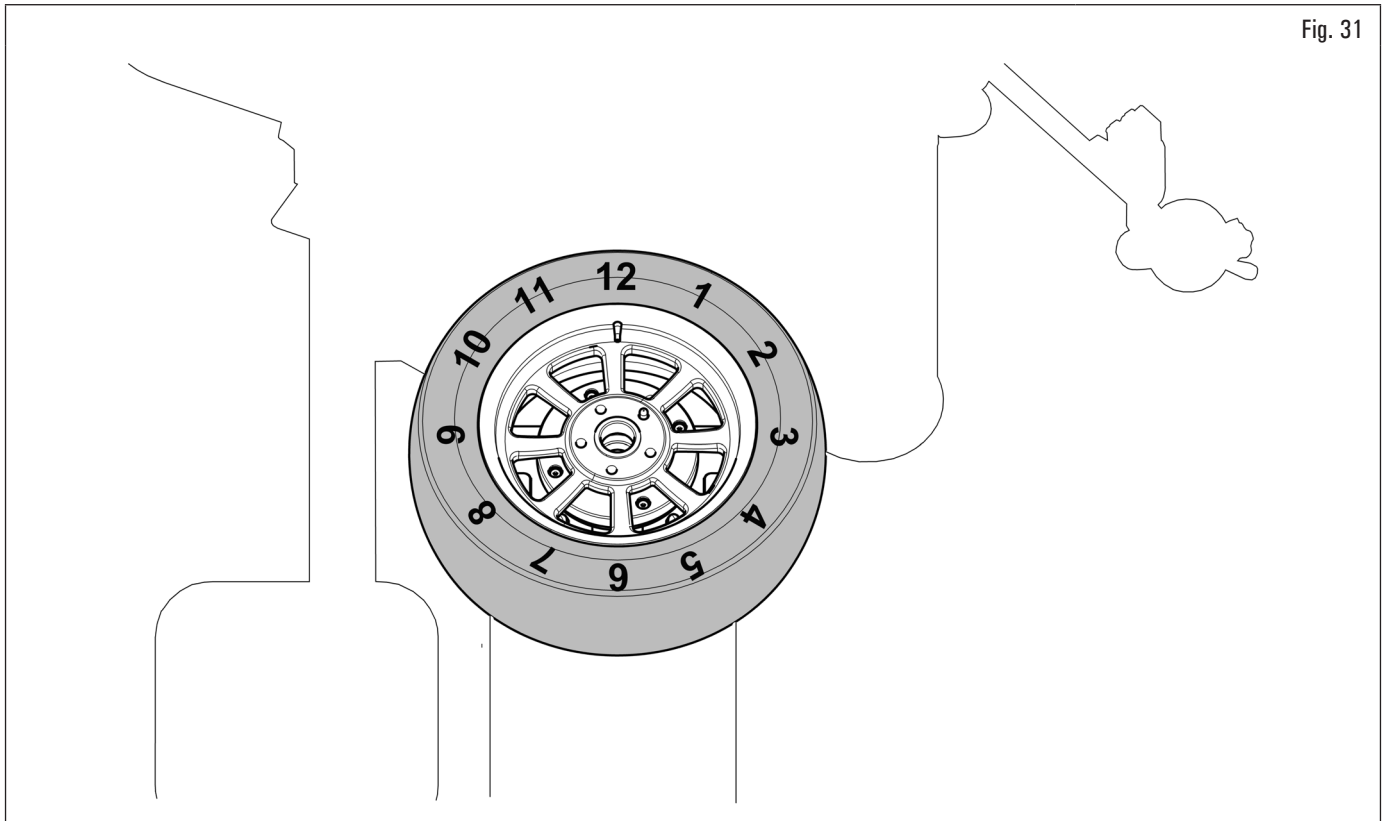

Fig. 31
-  Para explicar mejor las operaciones, el posicionamiento de los distintos útiles en el neumático se indica mediante las fases de tiempo, donde se representan a las 12 en correspondencia con la columna de la desmontadora de neumáticos (Fig. 31).